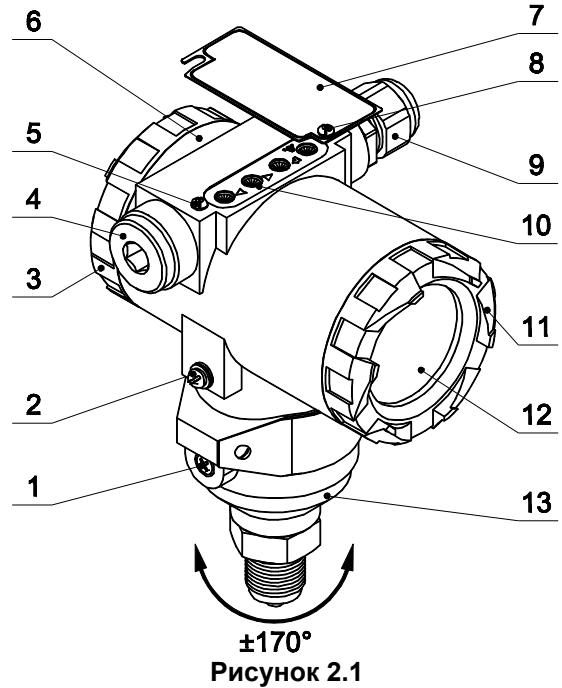
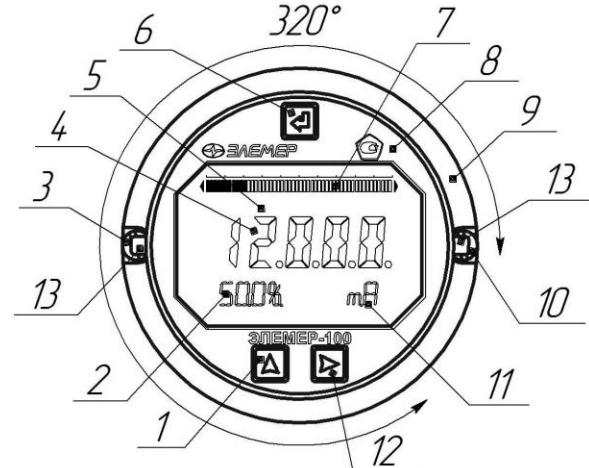

Рисунок 2.1
Рисунок 2.2
2.3.1.3. Модуль ЖК-индикатора может быть повернут относительно микропроцессорного модуля на угол 320°(см. рисунок 2.2).
2.3.1.4. На лицевой стороне модуля индикации расположены (см. рисунок 2.2):
- ослабить винты 5 и 8 (см. рисунок 2.1);
- повернуть шильдик 7 (см. рисунок 2.1).
- ослабить стопорные винты 1 (см. рисунок 2.1);
- повернуть корпус электронного блока 6 (см. рисунок 2.1).
2.3.2.1. Информация, возникающая в процессе работы датчика, отображается на многофункциональном ЖК-индикаторе, содержащем следующие поля индикации (см. рисунок 2.2):
2.3.3.2. Кнопки «», «», «» для работы с меню расположены на лицевой панели (см. рисунок 2.2) и на наружном блоке управления (см. рисунок 2.1). Кнопка «» подстройки (корректировки) «нуля» расположена на наружном блоке управления.